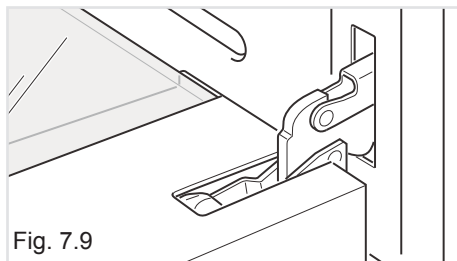

Fig. 7.9
- Ouvrez entièrement la porte du four (fig. 7.9).